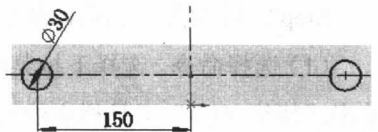

图 1.6 横断面草图
② 定义横断面草图。在草绘环境中绘制图 1.6 所示的横断面草图。
③ 选择下拉菜单 **插入(I)** → **退出草图** 命令, 退出草绘环境。
(3) 定义拉伸深度属性。
① 定义深度方向。采用系统默认的深度方向。
② 定义深度类型和深度值。在“拉伸”窗口 **方向1** 区域的下拉列表中选择 **给定深度** 选项, 输入深度值 40.0。
(4) 单击  按钮, 完成拉伸 2 的创建。